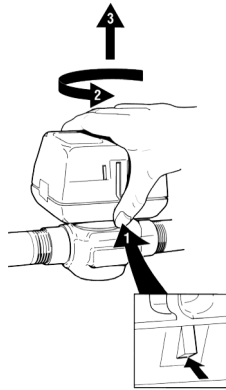

Abb. 4: Entfernung des Stellglieds
2. Das Stellglied kann ohne Werkzeuge abgenommen werden. Der Kopf des Stellglieds ist automatisch am Ventil eingeklinkt. Zur Entfernung (Abb. 4) muss der Befestigungsmechanismus (1) mit dem Daumen nach oben gedrückt werden. Der entsprechende Hebel befindet sich direkt unterhalb des Hebels zur Handöffnung. Gleichzeitig muss das Stellglied mit moderater Kraft nach unten auf den Ventilkörper gedrückt und im entgegengesetzten Uhrzeigersinn um 1/8 gedreht werden (45 Grad). Dann kann das Stellglied vom Ventilkörper abgehoben werden.